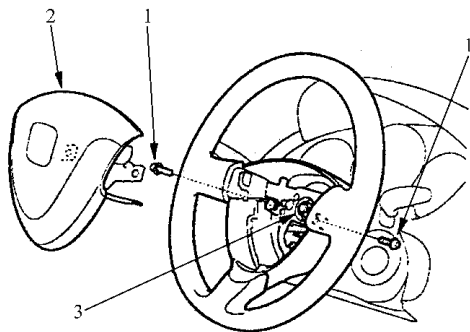

图 7-6 拆卸喇叭垫
- 2) 如图 7-6 所示，将前轮对准正前方，使用钻头，拆卸两个螺栓。然后拆卸喇叭垫。